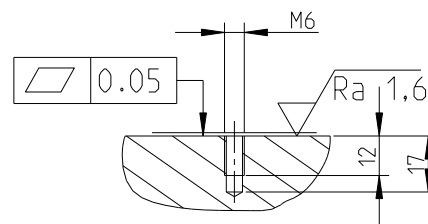

Bild 3: Vorbereiten der Aufspannfläche
- Bearbeitung der Oberfläche an der Messstelle (N7; Ra 1,6 µm) und Herstellung des M6-Innengewindes (siehe Bild 3).